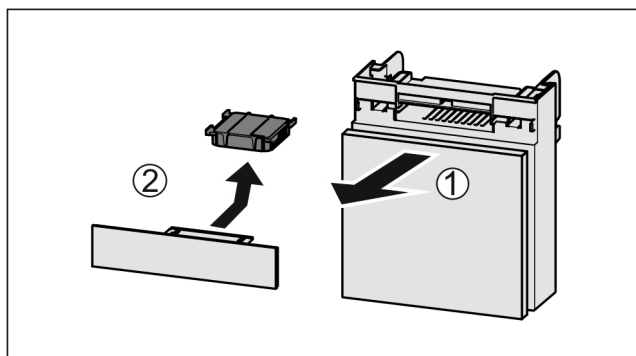

Fig. 233
- ▶ Zásuvku vytáhněte dopředu Fig. 233 (1).
- ▶ Filtr s aktivním uhlím vyjměte Fig. 233 (2).